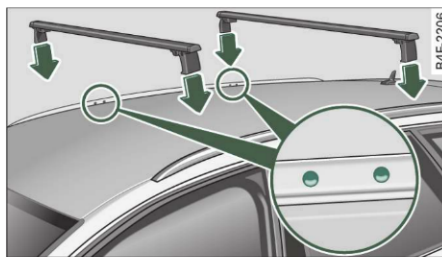

Fig. 72 Puncte de fixare a portbagajului exterior
- La montarea picioarelor suportului, trebuie ca acestea să fie fixate exact în locurile marcate pe plafon ⇒ *pagina 66*, fig. 72.